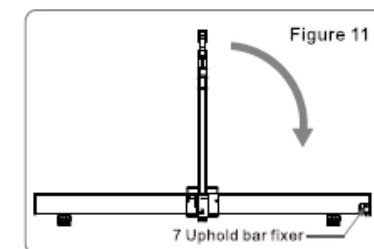

Figure 11
3. Złóż i zablokuj pręt przytrzymały (8) w zacisku(7). Schowaj dodatkową stopkę. (Figure 11)